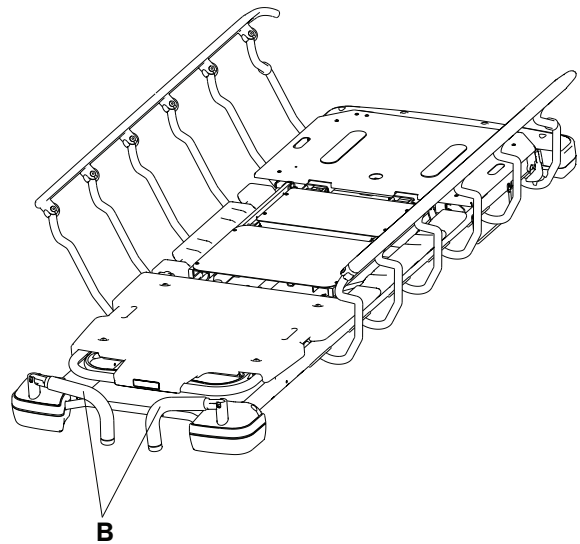

Figure 10 – Rangement des poignées de poussée du côté tête
3. Inverser les étapes pour ranger les poignées de poussée du côté tête (B) (Figure 10).